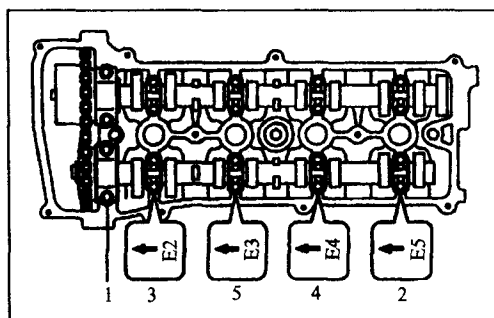

图 1-13
(5)按图1-13所示次序,分几次松开2号凸轮轴的轴承盖螺栓,拆下轴承盖。